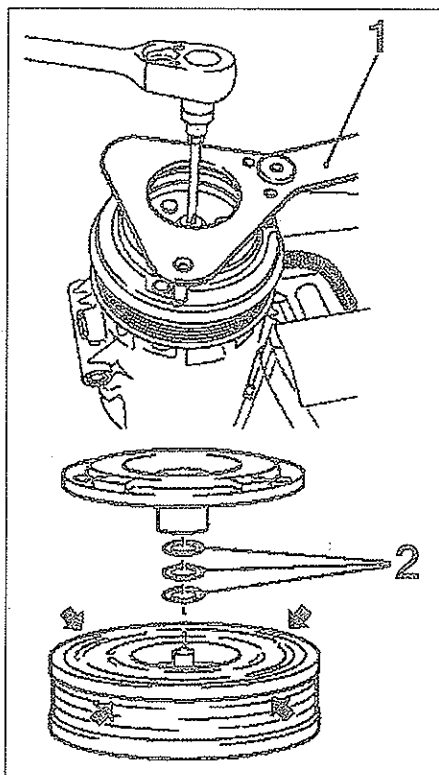

FIG. 25
- Mantener el embrague en rotación con un útil adaptado (1) o con el útil Opel KM-806 (fig. 25).
- Recuperar las arandelas compensatorias (2) de reglaje del juego de embrague.